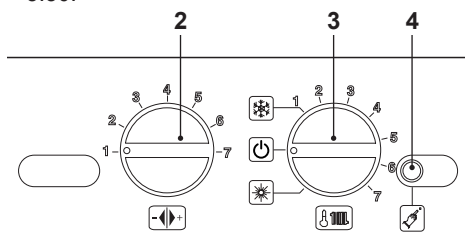

Figura 5.50
- Per uscire dalla programmazione posizionare il selettore di funzione/manopola regolazione temperatura 3 come indicato in Figura 5.50.